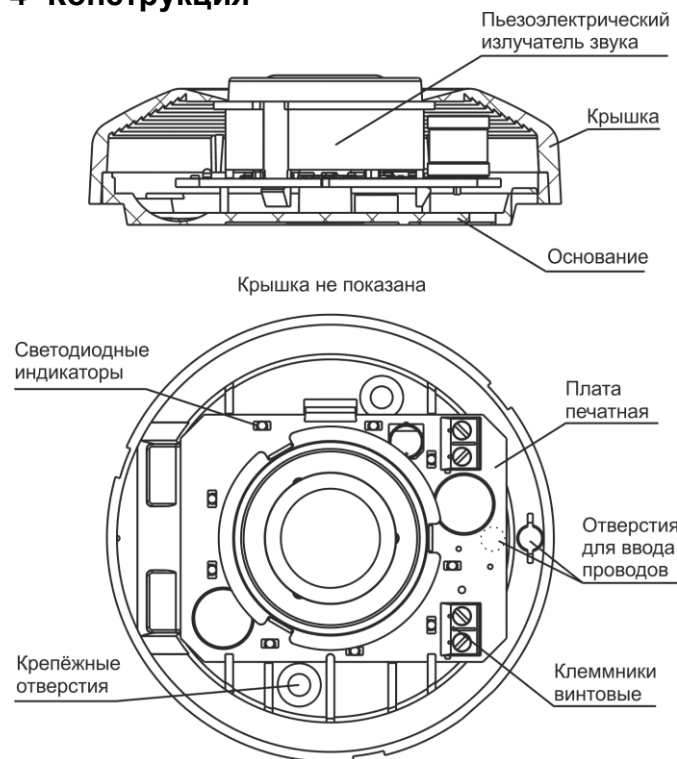

Рисунок 1
Оповещатель состоит из основания, печатной платы с радиоэлементами и крышки (рисунок 1).
- провести провода от источника питания через отверстие для ввода проводов в основании оповещателя (рисунок 1). Имеется возможность выдавливания в основании второго отверстия для ввода проводов;